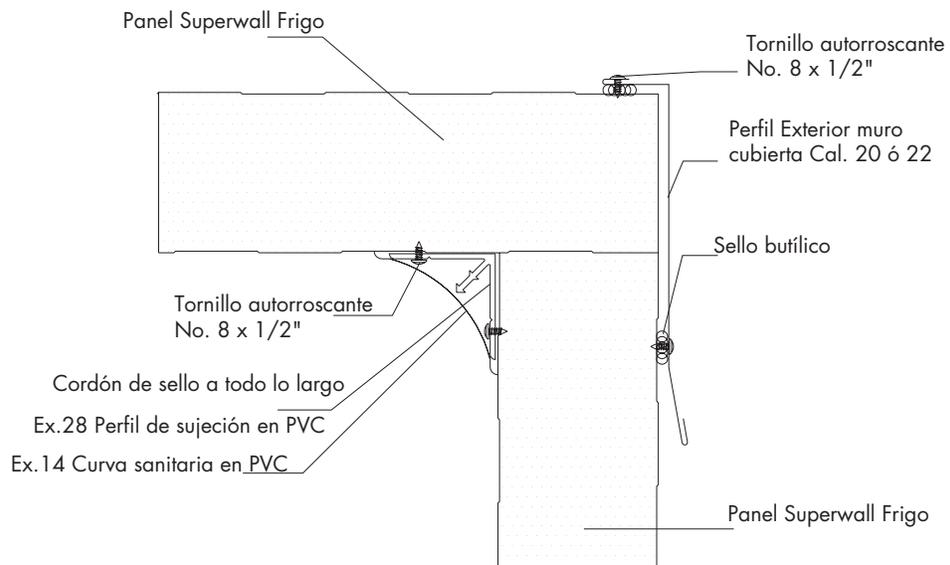

Fig. 10
**4.3.13** Los espacios libres que puedan quedar dentro de la perfilería se deberán rellenar con espumas de poliuretano o lanas aislantes aplicadas en el sitio. Así como la junta macho hembra entre panel y panel. Adicionalmente se pueden terminar las esquinas interiores entre muros y techos con remates cóncavos sanitarios en PVC. (Fig 10)